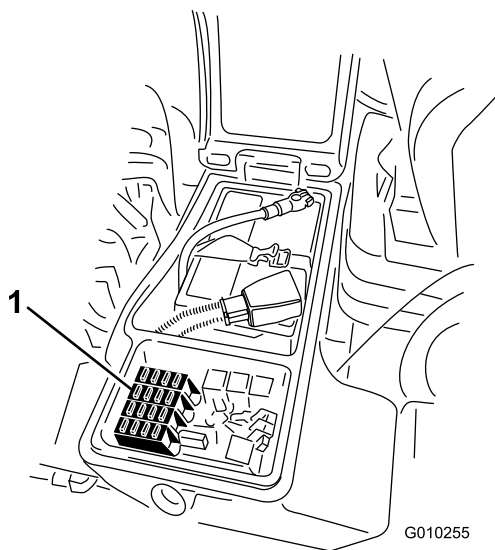

**Bild 100**
1. Lösen Sie den Riegel für die Abdeckung des rechten Ablagekastens und heben Sie die Abdeckung hoch (Bild 100).
1. Lösen Sie den Riegel für die Abdeckung des rechten Ablagekastens und heben Sie die Abdeckung (Bild 100) hoch, um an den Sicherungsblock zu gelangen (Bild 101).
3. Schließen Sie die Abdeckung des rechten Ablagekastens und befestigen Sie die Abdeckung mit dem Riegel (Bild 100).